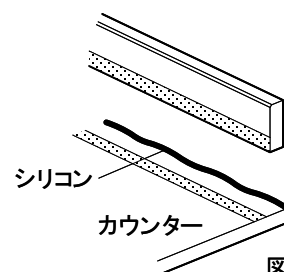

図11-10
②カウンターと壁との接続部分にシリコンコーキングを行ってください。(図11-10)